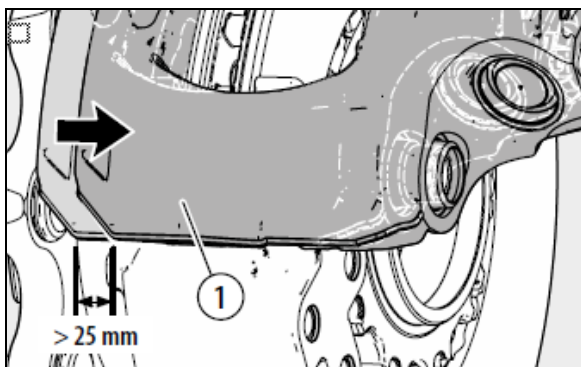

FIGURE 42: DÉPLACEMENT DE L'ÉTRIER > 25 MM
8. L'étrier (1) doit coulisser librement sur la longueur totale du mécanisme de guidage; le mouvement doit être supérieur à 25 mm (voir Figure 42).